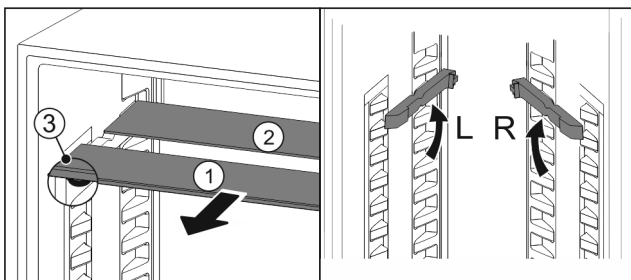

Fig. 83
- ▶ Sortir les tablettes par l'avant Fig. 83 (1).
- ▷ La tablette en verre Fig. 83 (1) avec bordure décorative est située à l'avant.
- ▷ Les butées Fig. 83 (3) sont orientées vers le bas.